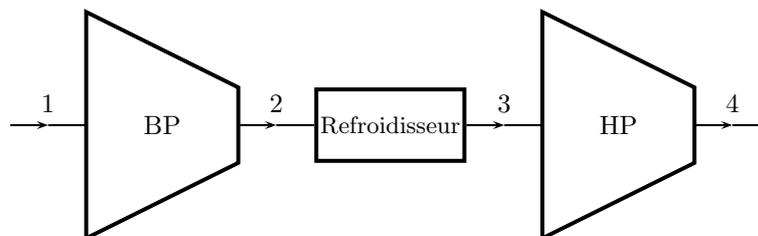

FIG. 3 – Compresseur deux étages
On étudie l'étage de compression d'une turbine à gaz réalisant une compression en deux étapes de l'air (considéré comme gaz parfait) avec une réfrigération intermédiaire. Les deux compresseurs basse pression (BP) et haute pression (HP) sont considérés comme adiabatiques, et les évolutions y sont permanentes et réversibles. La réfrigération (2-3) s'effectue à pression constante. Voir la figure 3.